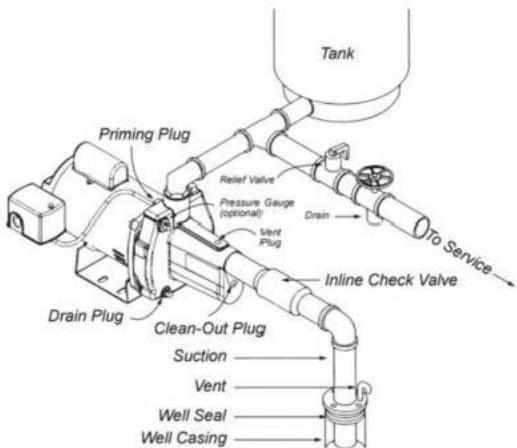

FIG. 2B GRUND VÄL(MED INLINE KONTROLLERA VENTIL)
- b)Sug Pipe: Det är rekommenderade bara det ny, ren 1 -1/4 tum rör eller slang användas.Om pumpen är installerad någon märkbar avstånd bort från de källa av vatten , suget rör bör vara ökat till 1-1/2 tum. Horisontella längder av rör måste gradvis sluttning uppåt från vattenkällan till pumpen för att undvika luft fickor i de line.Th läs förening bör användas på alla rörskarvar och anslutningar skall grundligt åtdragna. En fotventil måste installeras och dess drift skall vara kontrollerade sedan en läcka kommer att förhindra korrekt funktion system.Make säker foten ventil är belägen så att det kommer vara nedsänkt hela tiden.Om en sandpunkt eller kört bra är används, installera a kontrollera ventil bredvid pumpugs istället för fotventilen (Fig.2b). Alla installationer måste ha en fotventil eller en backventil i sugning rör.